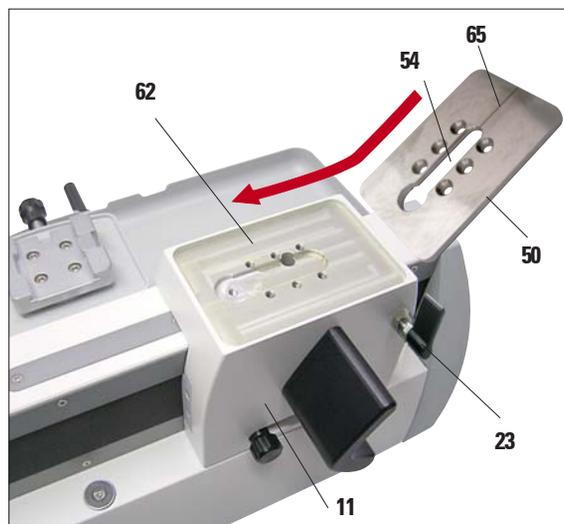

Figura 15
- Collocare, come mostra la figura 15 la base scanalata sulla superficie di montaggio. Fare attenzione a che la scanalatura (54) per l'inserimento del portalametta con l'apertura di inserimento arrotondata (56) per l'elemento a T sia orientata in avanti (figura 16).